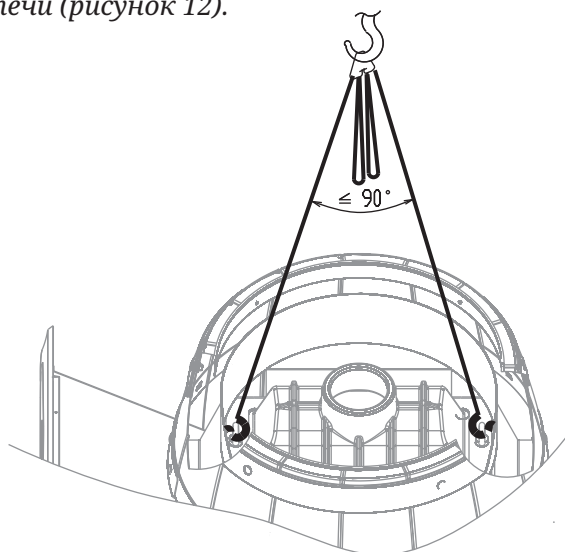

Рисунок 12. Место расположения канатов или цепей для подъема печи
*Внимание!* Для транспортирования печи кольца рымгайек необходимо расположить параллельно продольному сечению печи (рисунок 12).